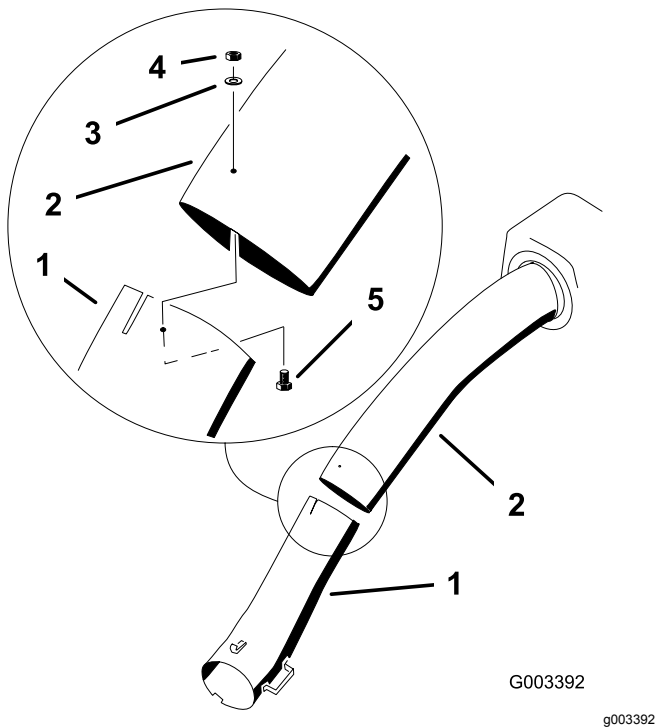

Figura 53
13. Unite il tubo superiore e inferiore con 3 bulloni (n. 10 x 3/4"), rondelle piane e dadi di bloccaggio, come illustrato nella Figura 53.